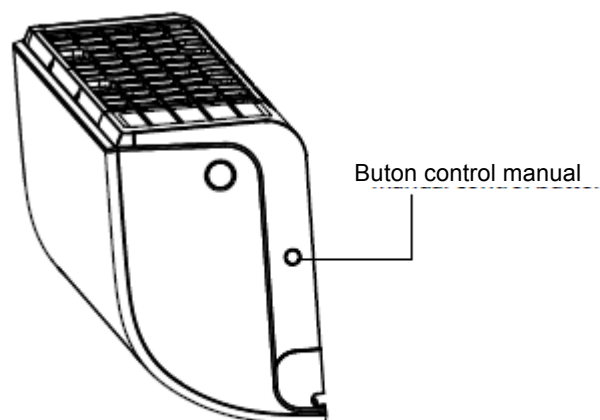

Fig. 8.1
2. Butonul de control manual este localizat în partea dreaptă a unității. Apăsăți acest buton de două ori pentru a alege funcția RĂCIRE (COOL). Consultați Fig.8.1.